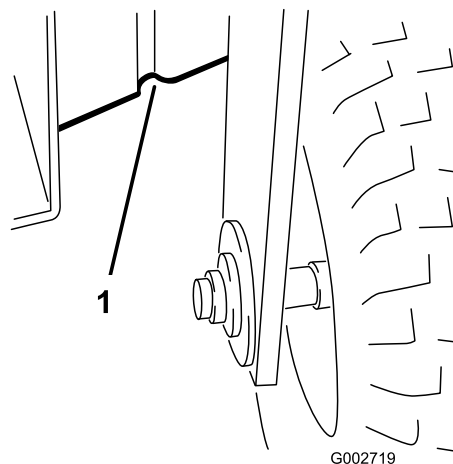

Рисунок 22
- Спереди — под рамой, за передним колесом (Рисунок 22).